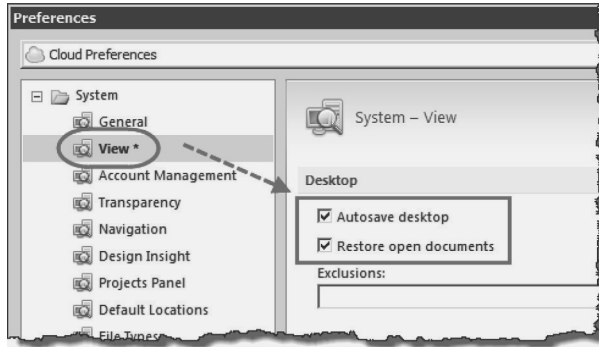

Рис. 1.5. Настройка базовых параметров рабочего стола Altium Designer
2. На открывшейся вкладке **System – View** (рис. 1.5) установите флажок **Autosave Desktop** (Сохранять рабочий стол), что позволит полностью воспроизвести рабочую обстановку в системе, соответствующую последней сессии работы. Это касается расположения и размеров рабочих и инструментальных панелей, настроек открытых документов и т. д.